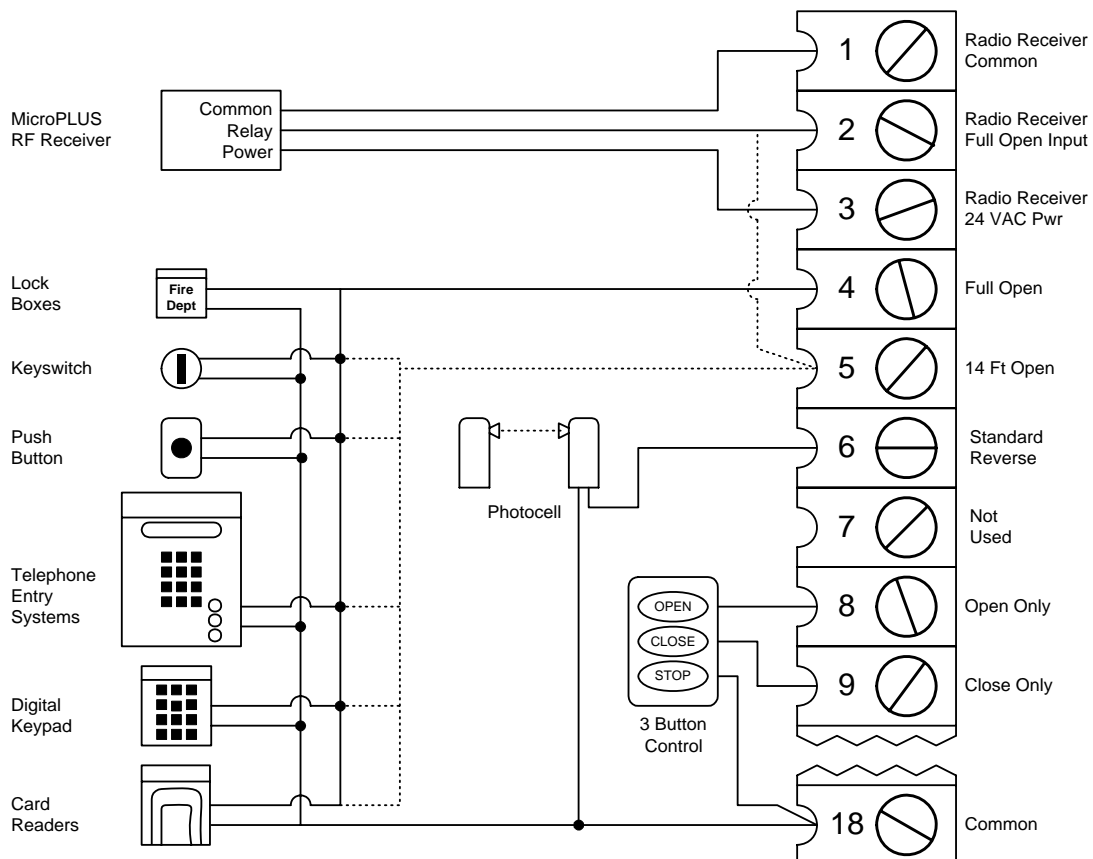

Figura 25
- Conecte dispositivos opcionales de control a la tira terminal del operador como se muestra en figura 25. Asegúrese que todas las conexiones eléctricas se hacen de acuerdo con los códigos eléctricos locales. Use alambre de 18 AWG para todo el cableado de voltaje bajo, la distancia máxima de 3000 pies. Utilice un supresor de sobrecarga de voltaje bajo, DoorKing P/N 1878-010 si el cable de voltaje bajo excede 1000 pies. Todas entradas a la tira terminal deben ser NORMALMENTE ABIERTAS.